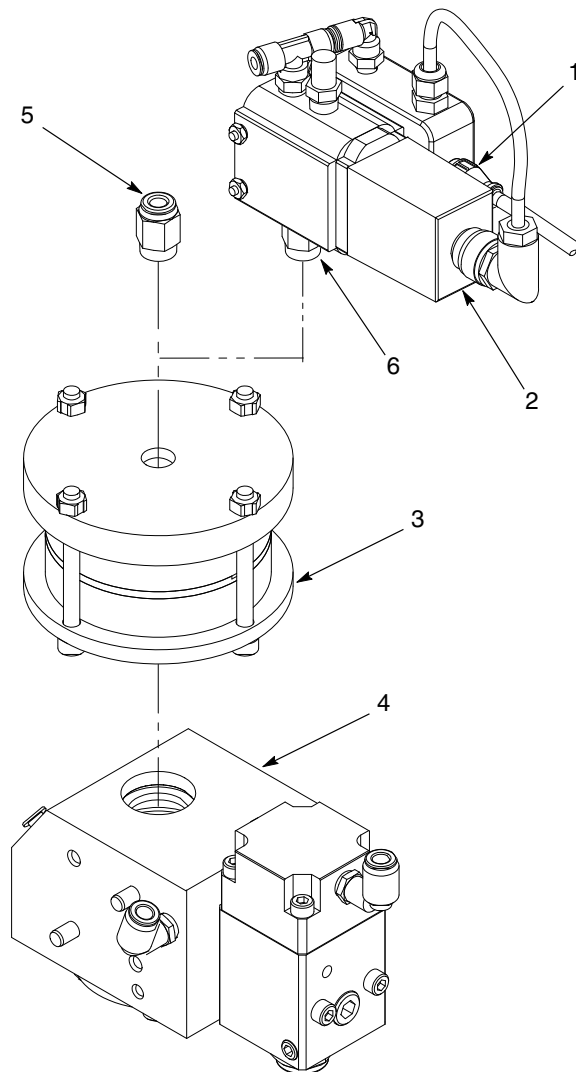

Рис. 9 Замена узла пневмоцилиндра
1. См. рис. 9. В зависимости от конфигурации регулятора CP II выполнить одну из следующих операций: